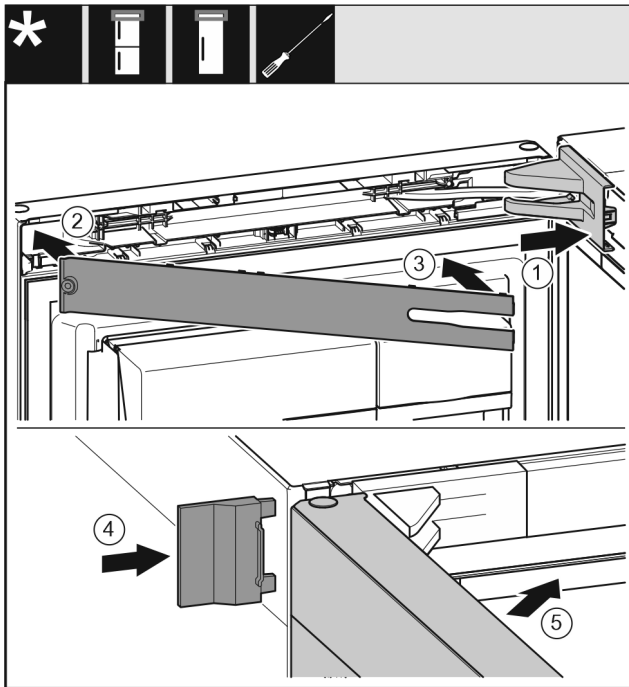

Fig. 22
- ▶ Lagerbockabdeckung aufsetzen und einrasten, ggf. vorsichtig auseinanderdrücken. Fig. 22 (1)
- ▶ Blende aufsetzen. Fig. 22 (2)
- ▶ Blende einschwenken und einrasten. Fig. 22 (3)
- ▶ Äußere Abdeckung aufschieben. Fig. 22 (4)
- ▶ Obere Tür schließen. Fig. 22 (5)